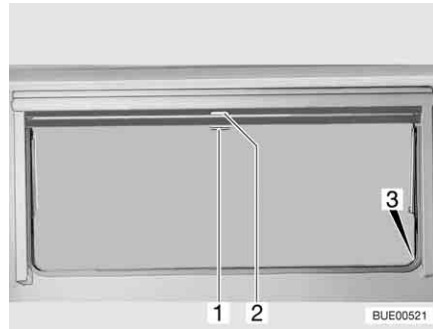

Fig. 62 Ventana abatible
- Tirar del asidero (Fig. 62,2) de la persiana oscurecedora enrollable hacia abajo. Cuando la persiana oscurecedora enrollable se cierre por completo, encajarla en el bloqueo (Fig. 62,3) a ambos lados del marco de la ventana.
- Cuando la persiana oscurecedora enrollable está completamente cerrada: Presionar el tirador (Fig. 62,2) hacia abajo y tirarlo ligeramente hacia dentro. Desenganchar la persiana oscurecedora enrollable de los bloques a izquierda y derecha del marco de la ventana.
- Cuando la persiana oscurecedora enrollable se encuentre en una posición intermedia: Tirar ligeramente del asidero (Fig. 62,2) hacia abajo, hasta que se hay soltado el bloqueo.
- Tirar hacia abajo de la mosquitera enrollable (Fig. 62,1) y engancharla en el bloqueo (Fig. 62,3) a ambos lados del marco de la ventana.
- Presionar el tirador (Fig. 62,1) hacia abajo y tirarlo ligeramente hacia dentro. Desenganchar la mosquitera enrollable de los bloques a izquierda y derecha del marco de la ventana.